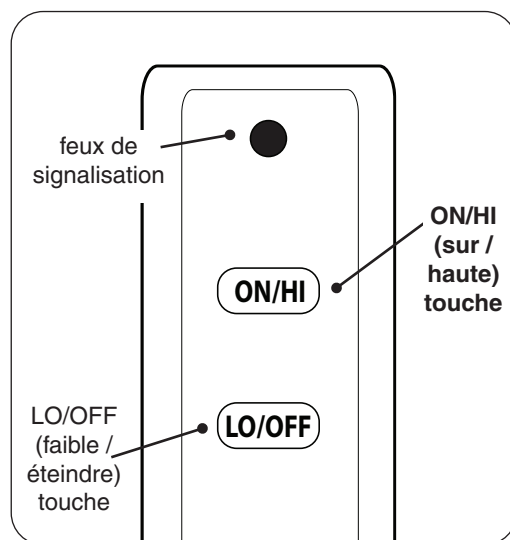

Fig. 36-1 Détail télécommande
2. Localiser la télécommande et appuyez sur le touche **ON/HI** (voir Fig. 36-1). La séquence d'allumage commence.